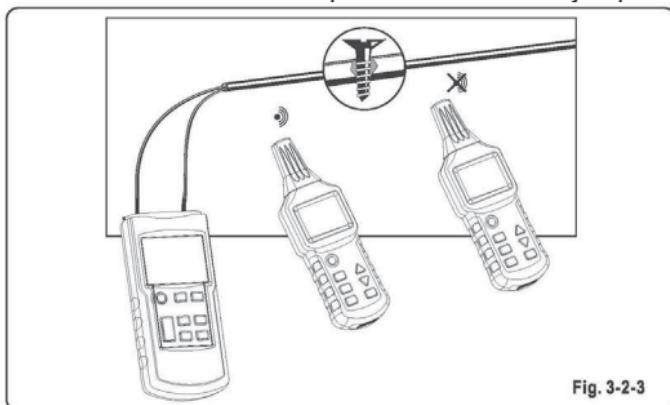

Fig. 3-2-3
*Conecte el emisor de acuerdo con la Fig.3-2-3